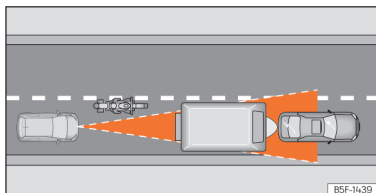

Fig. 118 Motociclist în față, în afara razei de acțiune a senzorului cu radar.
- Autovehicule nealiniat în timpul deplasării sau aflate în afara zonei de detectare a senzorului, cum ar fi motocicletele »» fig. 118.